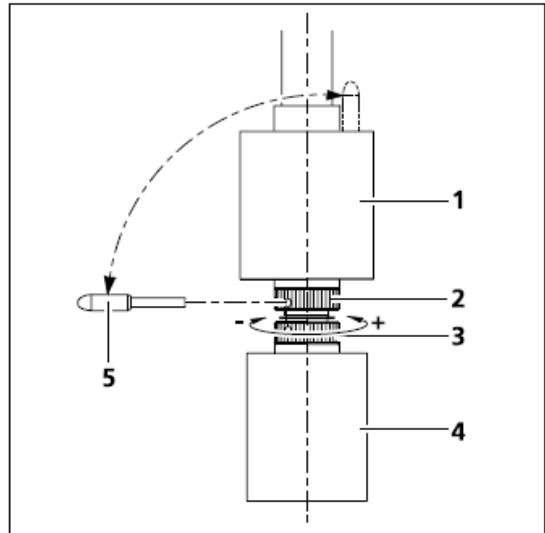

图. 3-11 设置摩擦扭矩
通过上下滑动相应的调节手柄(图 3-11/4 或 1)来调节 X 和 Y 方向的调节手柄的长度.可调范围为 15mm
- I 将 X 轴调节手柄(图 3-11/4)调至最低位置
- I 从 Y 轴的调节手柄(图 3-11/1)上取下调节工具(图 3-11/5)并将其插入下部的螺母调节孔(图 3-11/3)中
- I 握住 X 轴调节手柄(图 3-11/4),使用调节工具顺时针(减小摩擦力)或逆时针(增大摩擦力)调节螺母,直至感觉合适为准.(见图 3-11)
- I 将 Y 轴调节手柄(图 3-11/1)调至最高位置
- I 将调节工具(图 3-11/5)插入上部的螺母调节孔(图 3-11/2)中
- I 握住 Y 轴调节手柄(图 3-11/1),使用调节工具顺时针(减小摩擦力)或逆时针(增大摩擦力)调节螺母,直至感觉合适为准.
- I 将调节工具中心插入 Y 轴调节手柄中(图 3-11/1)